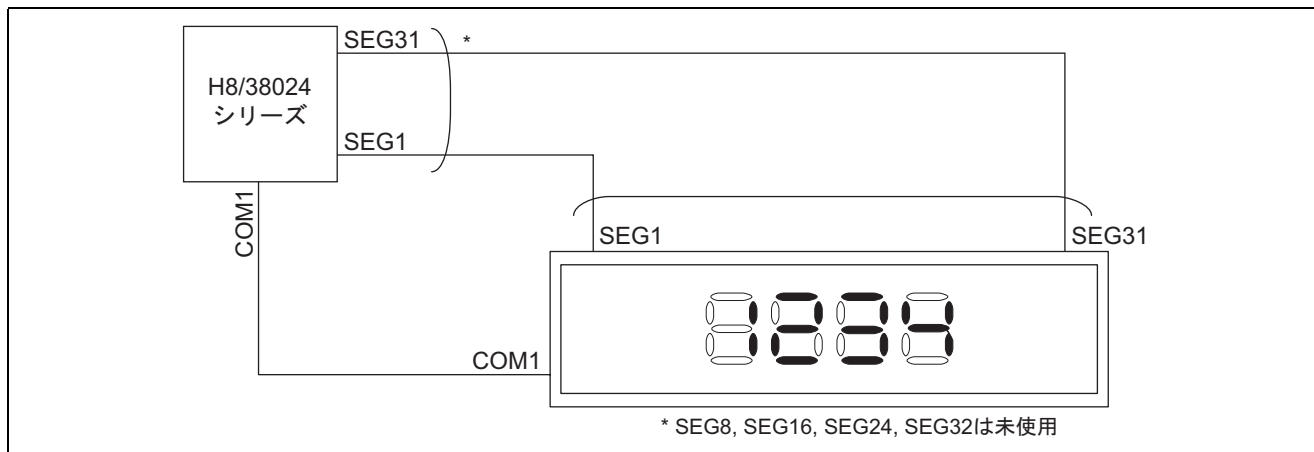

図 1 液晶表示例
- (1) H8/38024 シリーズのセグメントタイプの LCD コントロール回路と LCD ドライバと電源回路を使用して LCD の表示を行ないます。
- (2) 1 本のコモン信号と 32 本のセグメント信号を使用して、スタティックで表示を行ないます。
- (3) 本タスク例の液晶モジュール接続例と液晶表示例を図 1 に示します。